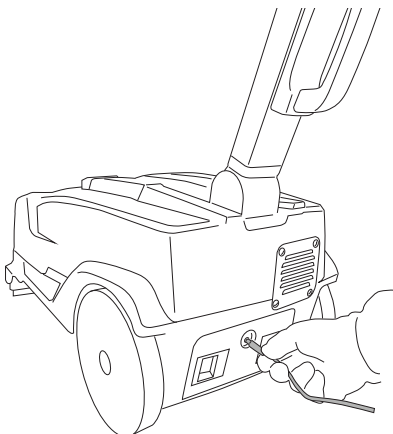

Fig.13
- Isæt batteriopladerens stik, som sidder på selve batteriet (Fig.13).